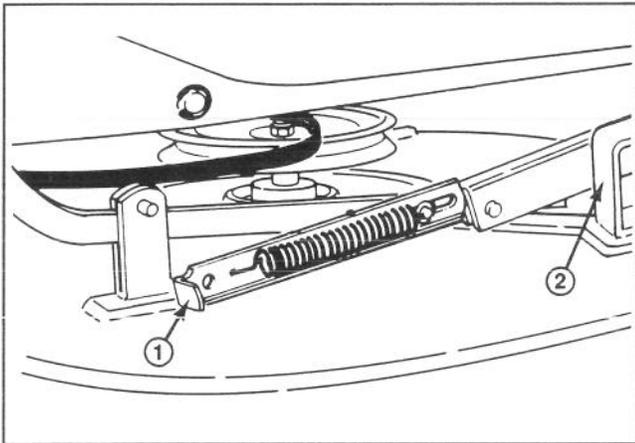

Abbildung 25
3. Die Splints und Unterlegscheiben von den Federstreifen des Mähwerks und die Streifen von den Stiften entfernen (Abb. 25).
5. Sicherstellen, daß die Mähwerkprofile hinten (Abb. 25) auf den Stiften ruhen und einen neuen Treibriemen einlegen.